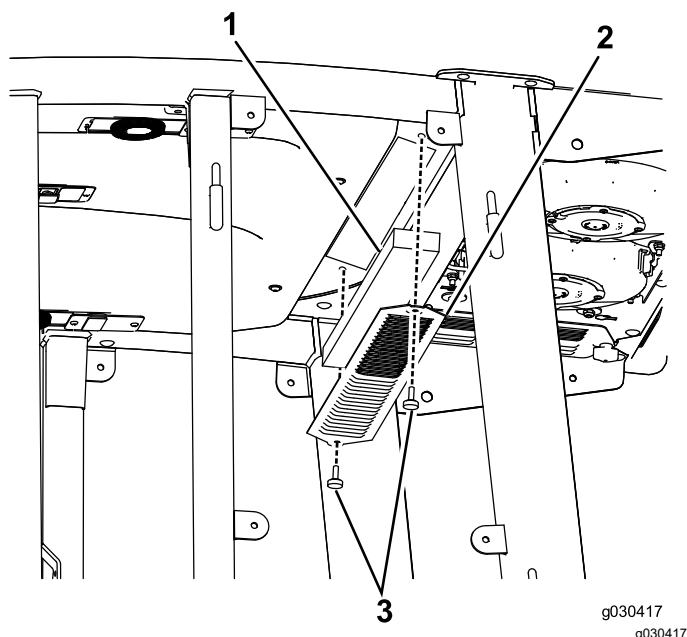
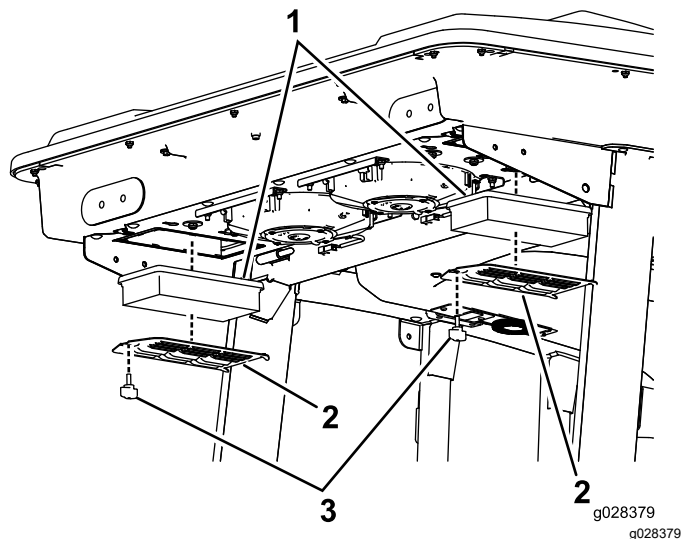
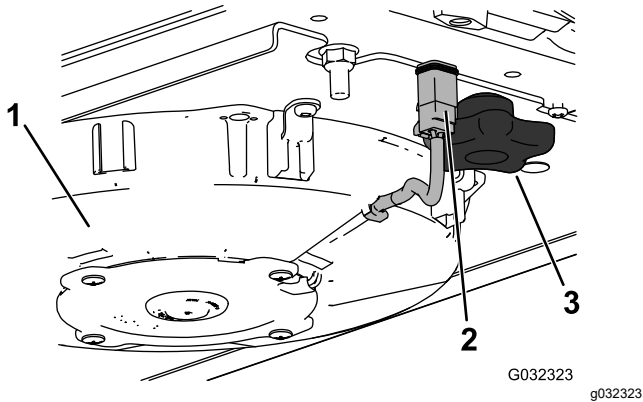

Bild 59
Bild 60
Bild 62
1. Nehmen Sie die Schrauben und Gitter von den internen und hinteren Kabinenluftfiltern ab (Bild 59 und Bild 60).
2. Schließen Sie das Kabel jedes Lüfters ab (Bild 62).
3. Entfernen Sie die zwei Handräder und nehmen den Lüfter ab (Bild 62).
5. Entfernen Sie die Luftfilter (Bild 60).
7. Bauen Sie Luftfilter, Gitter und Klimaanlage wieder ein (Bild 60, Bild 63 und Bild 62).
8. Schließen Sie das Kabel jedes Lüfters an (Bild 62).